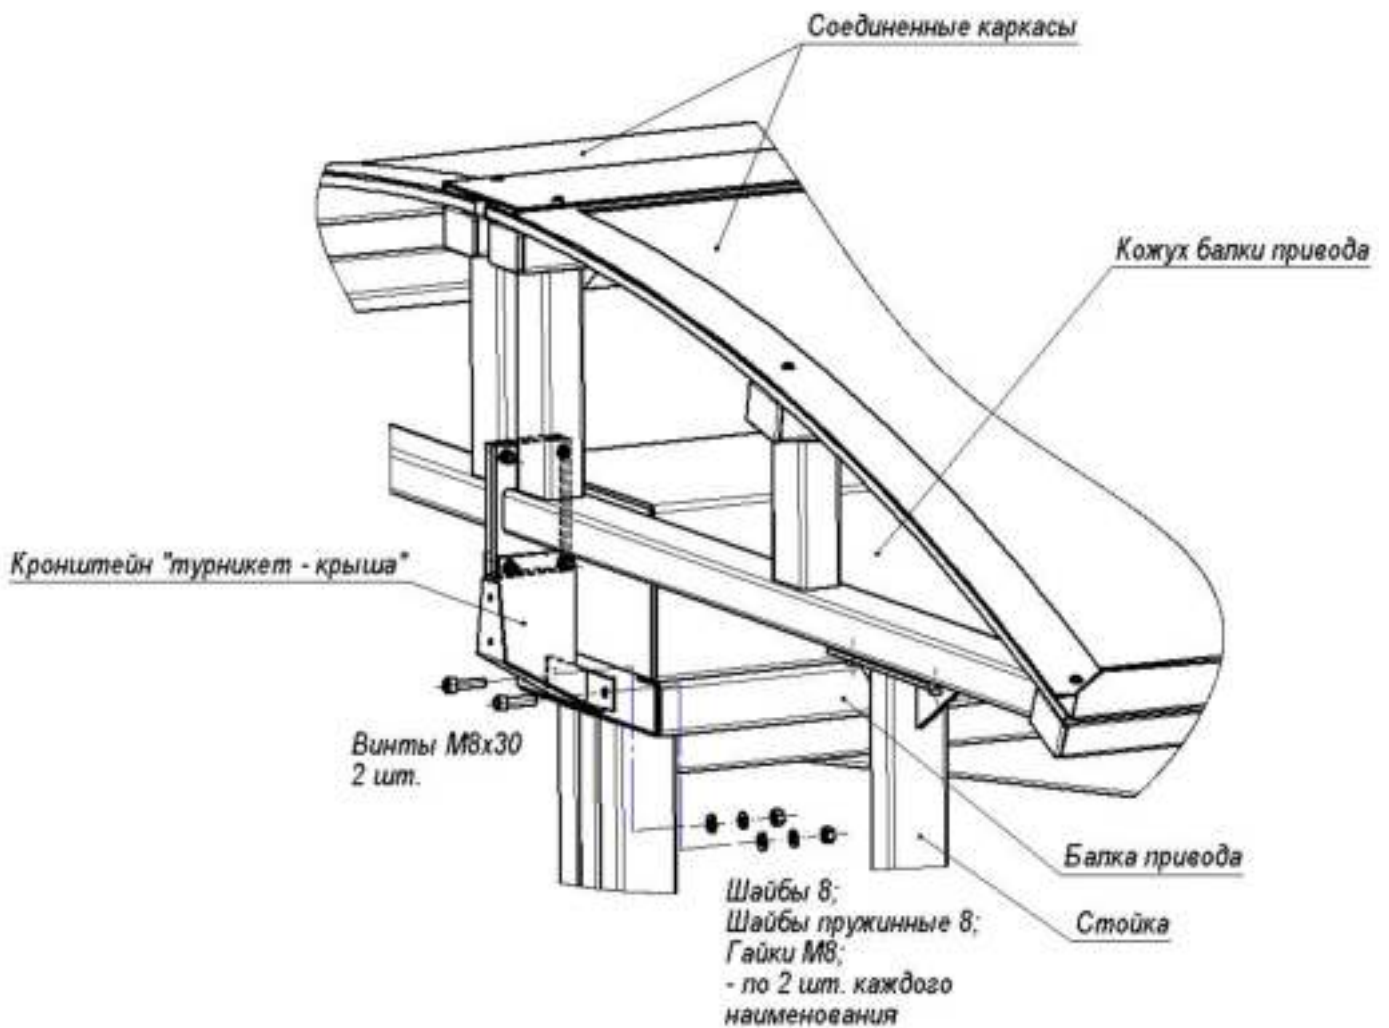

Рисунок 8 – Схема крепления кронштейна «турникет-крыша» к фланцам соединительным (6) крыши и балке привода турникета*
- установите кронштейн на фланцы на место вывернутых винтов и закрепите его указанными винтами с гайками и шайбами (см. рисунок 8);